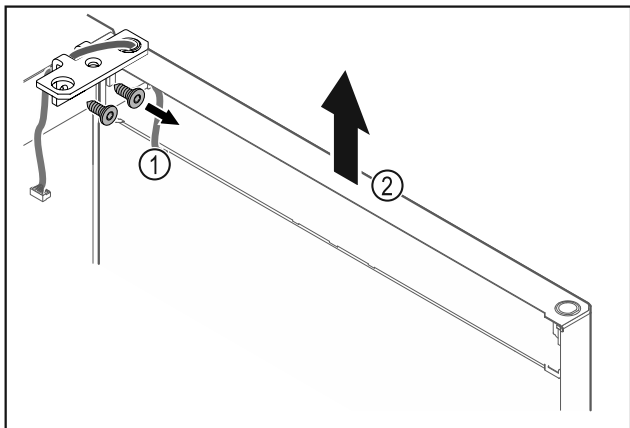

Fig. 24
- Odkręcić zawias Fig. 24 (1).
- Drzwi wraz z zawiasem należy podnieść prosto do góry o ok. Fig. 24 (2) circa 200 mm i zdjąć.